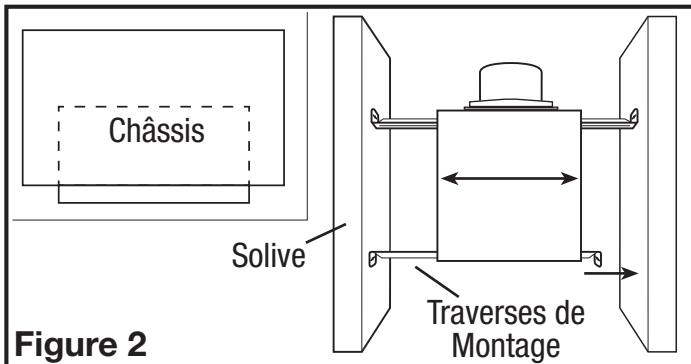
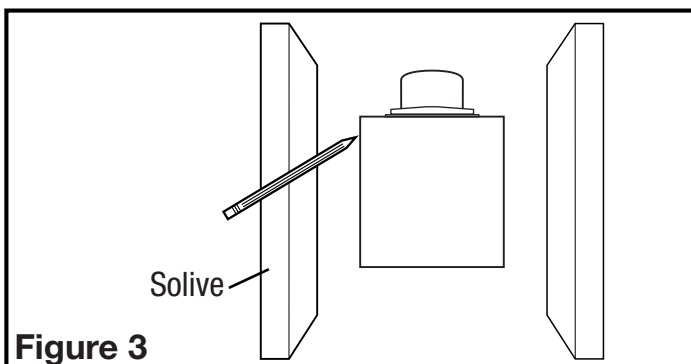

Figure 2
Figure 3
- Installez les rails dans le canal de montage sur le boîtier. Centrez le canal de montage dans les fentes sur le boîtier, puis de l'intérieur du boîtier, serrez les vis de montage de sorte que le canal soit bien en place. Placez le boîtier à côté de la solive. Aligner le châssis pour qu'il soit de niveau avec le plafond fini. Fixez les extrémités des rails aux solives avec des vis ou des clous (non inclus) et glissez le boîtier dans la position finale (**Figure 2**).
- Placer le boîtier en place entre les solives et tracez un contour sur le matériel du plafond (**Figure 3**). Mettez le boîtier de côté et découpez l'ouverture, en faisant attention de ne pas couper ou endommager les installations électriques ou d'autres utilités masquées. Installez les rails dans le canal de montage sur le boîtier. Centrez le canal de montage dans les fentes sur le boîtier, puis de l'intérieur du boîtier serrez les vis de montage de sorte que le canal soit bien en place. Positionnez le boîtier dans le trou préalablement découpé de sorte qu'il soit aligné avec le plafond fini. Fixez les extrémités des rails aux solives (**Figure 2**).